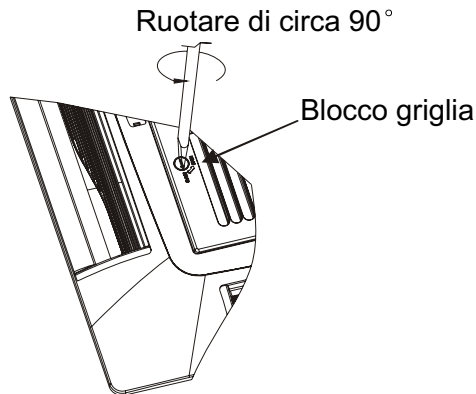

Fig.22
1. Per rimuovere la griglia, ruotate il fermaglio della griglia in senso antiorario dalla posizione orizzontale a quella verticale (Fig. 22).